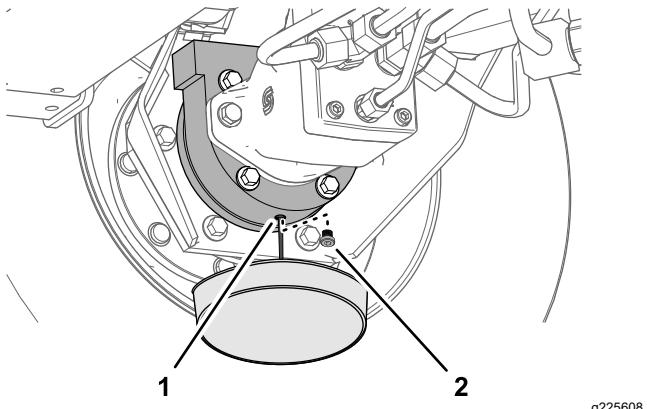

Figure 93
- Placez un bac de vidange sous le carter de frein et enlevez le bouchon de vidange pour permettre la vidange complète de l'huile (Figure 93).